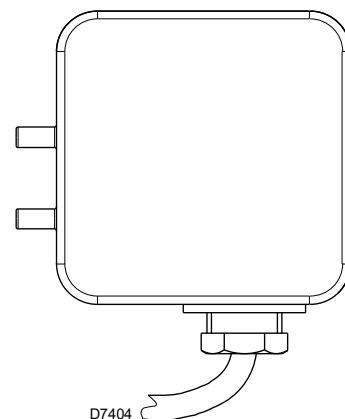

Fig. 23
- Regular el presostato aire (Fig. 23) en el inicio de la escala.
Regular el presostato de aire (Fig. 23) tras haber realizado todas las demás regulaciones del quemador con el presostato de aire regulado al inicio de la escala. Con el quemador funcionando a la potencia requerida, girar el botón esférico en el sentido de las agujas del reloj hasta el bloqueo del quemador. Girar después el botón esférico en el sentido contrario al de las agujas de reloj hasta un valor igual a aproximadamente el 20% del valor regulado y controlar a continuación el correcto arranque del quemador. Si el quemador se bloquea de nuevo, gire todavía un poco más el botón esférico en el sentido contrario al de las agujas del reloj.